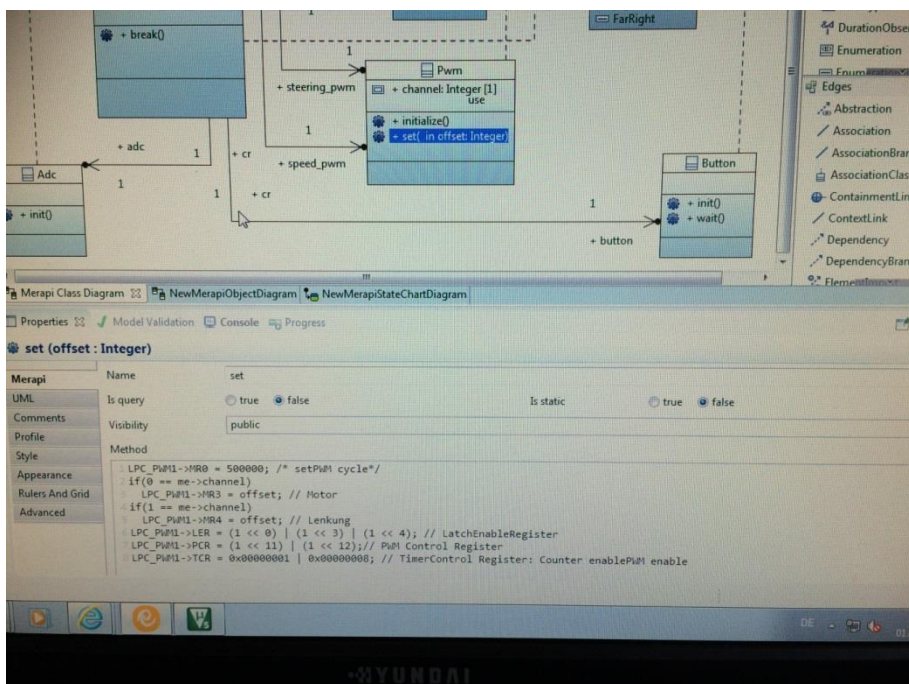

Abbildung 11: Pwm\_set
- ➔ Die Pwm-Klasse nutzt speed und steering. In die set -Methode wird für die Pulsweitenmodulation eine Funktion für die Lenkung(steering) und den Motor(speed) gesetzt(siehe Abbildung 11)